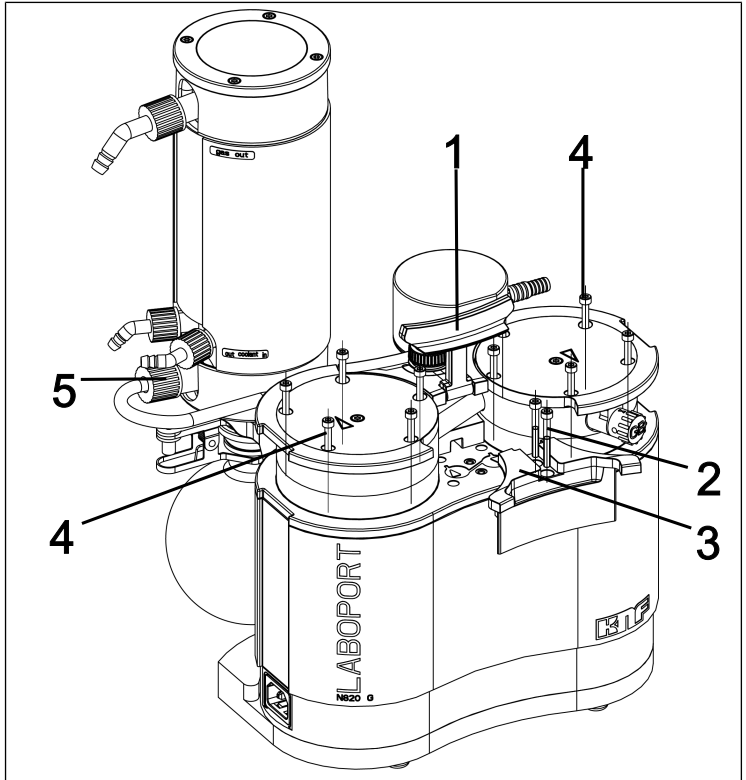
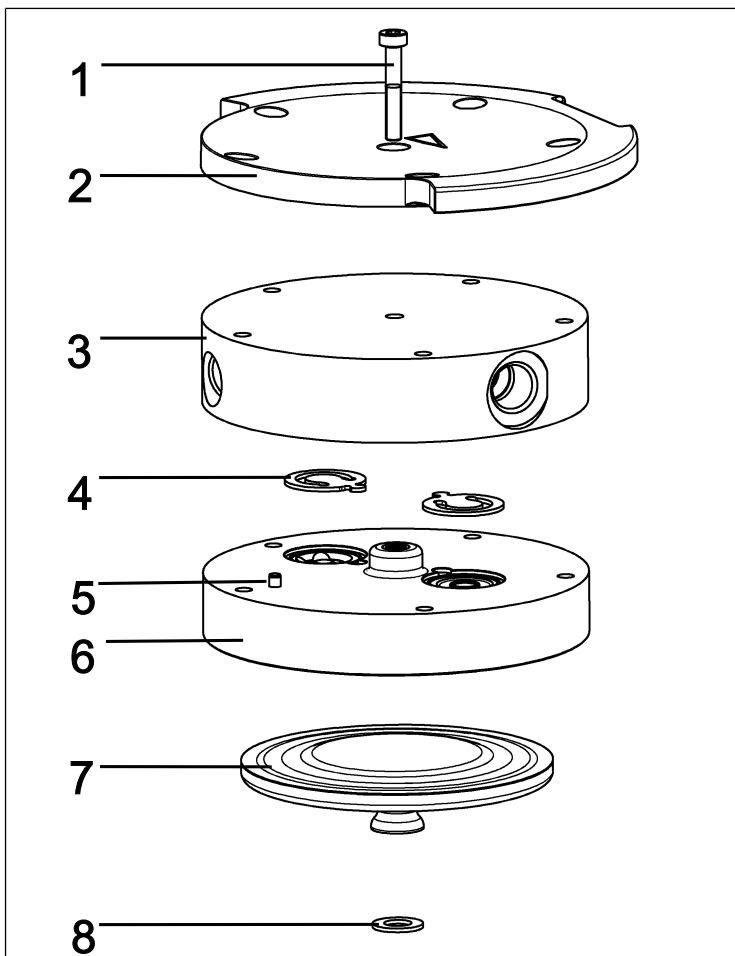

Abb.12: Griffblende abmontieren
Abb. 13: Pumpenkopf (dargestellte Pumpe N820)
3. Lösen Sie die Überwurfmutter der Schlauchverbindung (**5**/ Abb. 12) von der Vakuumsystemkomponente.
4. Stellen Sie den Griff (**1**/Abb. 12) in eine senkrechten Position.
5. Lösen Sie die beiden Schrauben (**2**/Abb. 12) der Griffblende (**3**/Abb. 12).
6. Entfernen Sie die Griffblende (**3**/Abb. 12).
7. Lösen Sie die 10 außenliegenden Kopfschrauben (**4**/Abb. 12) an beiden Pumpenköpfen.
8. Entnehmen Sie die 10 außenliegenden Kopfschrauben (**4**/ Abb. 12) aus den beiden Pumpenköpfen.
- i** Die beiden innenliegenden Kopfschrauben (**1**/Abb. 13) bleiben dabei zunächst noch fest angezogen.
**i** Die folgenden Positionsnummern beziehen sich auf Abb. 13, falls nicht anders angegeben.
1. Markieren Sie Druckplatte (2), Kopfdeckel (3) und Zwischenplatte (6) mit einem durchgehenden Bleistiftstrich. Dadurch wird verhindert, dass die Teile später falsch montiert werden.
2. Entnehmen Sie die außenliegenden Schrauben (4/Abb. 12) von den Pumpenköpfen.
9. Setzen Sie die 10 außenliegenden Schrauben (4/Abb. 12) in den Pumpenkopf ein und ziehen Sie diese über Kreuz an (Anzugsdrehmoment: SH/SR820G: 4 Nm; SR/SH840G: 5 Nm)
**i** Sollten die außenliegenden Schrauben (4/Abb. 12) sich nicht in den Pumpenkopf einsetzen lassen, lösen Sie die innenliegende Kopfschraube (1) und prüfen Sie den Sitz des Kopfdeckels (3) auf der Zwischenplatte (6).
11. Ziehen Sie die Überwurfmutter der Schlauchverbindung (**5/Abb. 12**) am Hochleistungskondensator (**2/Abb. 3**) handfest an.
1. Montieren Sie die Griffblende (**3/Abb. 12**).
2. Ziehen Sie die Schrauben (**2/Abb. 12**) der Griffblende (**3/Abb. 12**) an (Anziehmoment: 2 Nm).